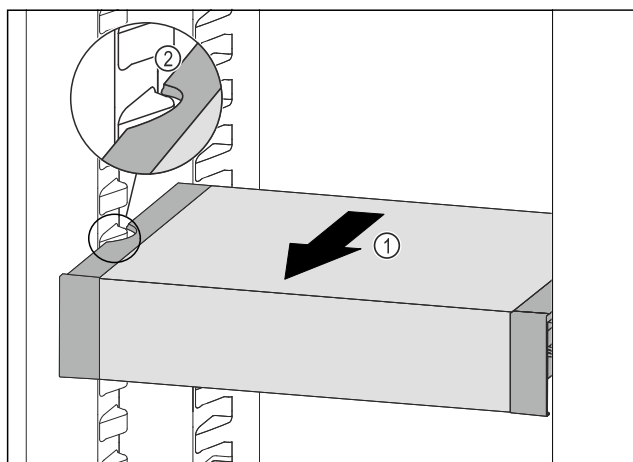

Fig. 85
- Trageți în față VarioSafe Fig. 85 (1), până când degajările laterale ale VarioSafe se află la înălțimea nervurii recipientului din frigider. Fig. 85 (2)